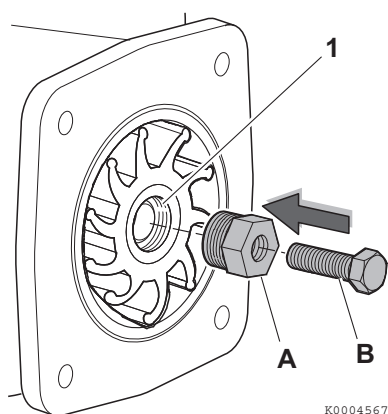
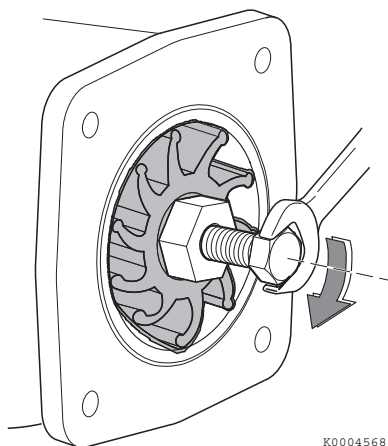

Figure 17
Figure 18
Nota: Quando si sostituisce una girante usata con una nuova, la girante deve avere una filettatura M18x1,5 (Figure 17, (1)). Ruotare il lato con la vite M18 della girante verso il lato del coperchio e installare (Figure 18).